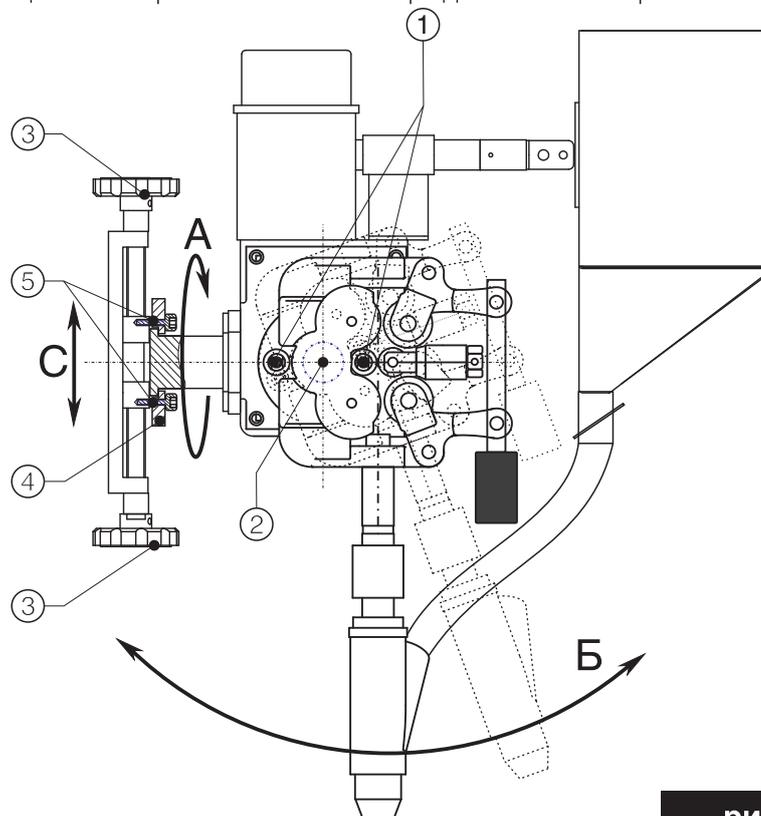

рис.3.8
Устройства перемещения сварочной головки представлены на рис.3.8.
Для поворота сварочной головки вокруг горизонтальной оси (траектория А рис.3.8.) требуется:
- ослабить болты крепления головки п.5 рис.3.8,
Для поворота сварочной головки вперед (траектория Б рис.3.8.) требуется:
- ослабить гайки крепления накладки редуктора п.1 рис.3.8,
- повернуть сварочную головку на нужный угол вперед или назад вокруг оси ведущей шестерни привода п.2 рис.3.8,(диапазон поворота ± 45 град.)
Для дополнительного подъема-опускания сварочной головки (траектория С рис.3.8.) используются рукояти п.3 рис.3.8 (диапазон подъема 100мм).